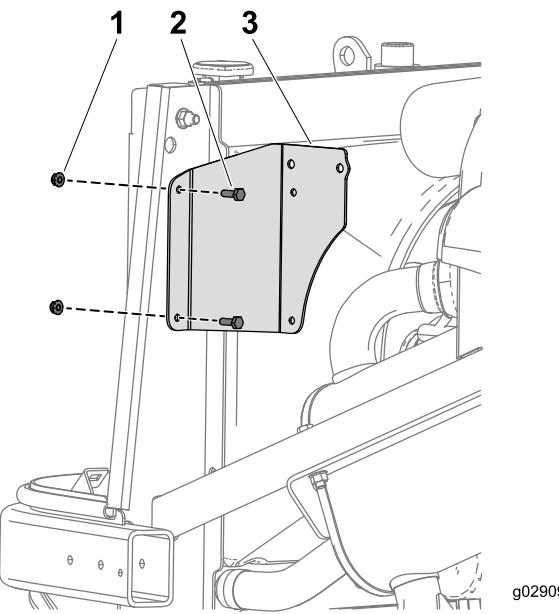

Figura 14
- Instale o suporte utilizando dois parafusos ($\frac{1}{4} \times \frac{3}{4}$ pol.) e as porcas previamente removidas do suporte de expansão do radiador (Figura 14).